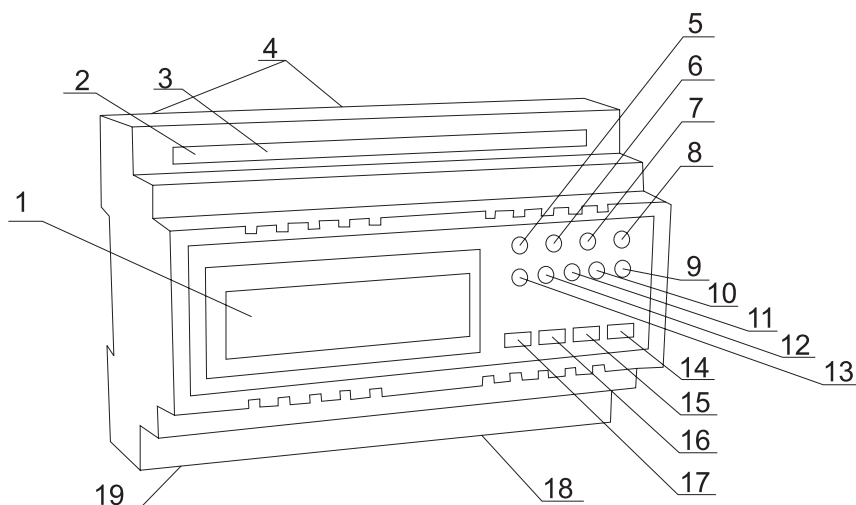
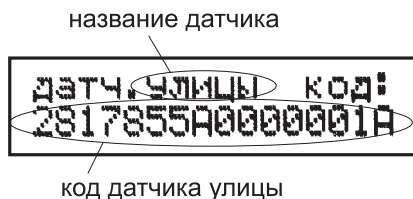

Рис.3.1. Расположение органов управления, контроля, гнезд подключения.
Рис.4.1. Экран кода датчика температуры уличного воздуха
Блок управления ИСУ-04 изображён на Рис.3.1. С нижней стороны располагаются клеммы подачи питания (19) и клеммы силовых линий для подключения управляемых устройств (18).
Для вхождения в режим программирования следует тонким неметаллическим предметом аккуратно нажать кнопку технологического режима внутри корпуса (поз.2 Рис.3.1), и не отпуская ее, нажать кнопку «меню» (поз.17 Рис.3.1). При вхождении в технологическое меню на экране высветится окно установки кода датчика температуры уличного воздуха (Рис.4.1). Для всех датчиков вид окна и принцип работы с ним абсолютно